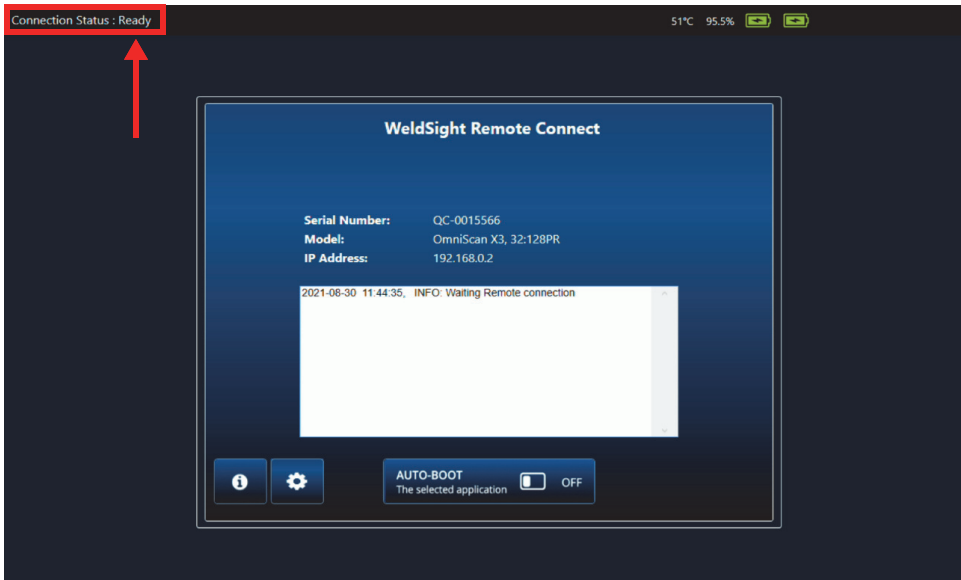

図 7-5 接続状態 - Ready
- WeldSight Remote Connect のステータスは、OmniScan X3 がコンピュータとの有効な接続を検出すると、**Not Ready** から **Ready** になります（76 ページの図 7-5）。